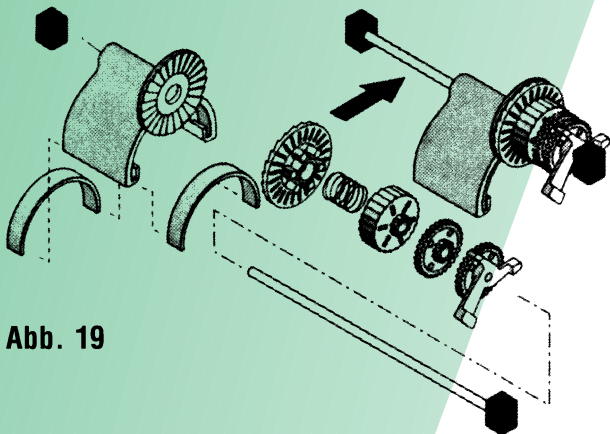

Abb. 19
- ▶ Nacheinander, wie in Abb. 19 gezeigt, die einzelnen Getriebekomponenten auf die Welle aufschieben. Druckfeder leicht fixieren, um ein Auseinanderfallen der Kupplungspaare zu vermeiden.